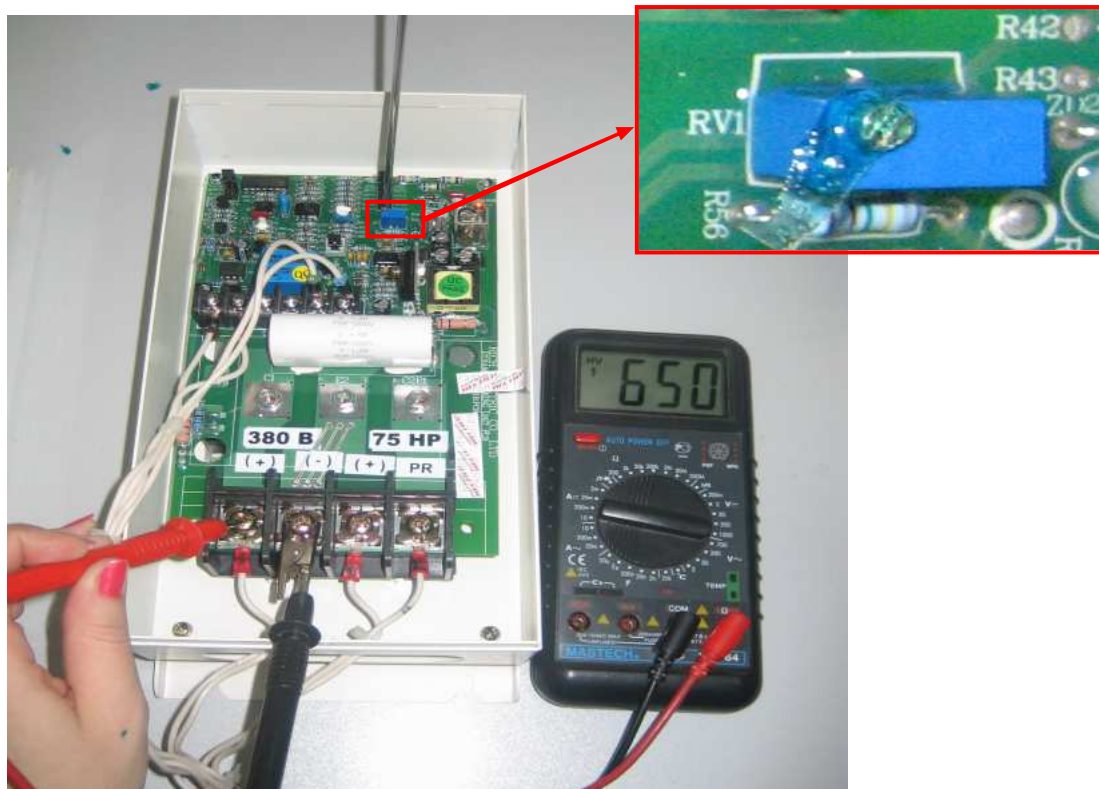

Рис. 4.13.
- мультиметр должен показывать напряжение в пределах $650 \pm 5\text{В}$ (рис. 4.13).